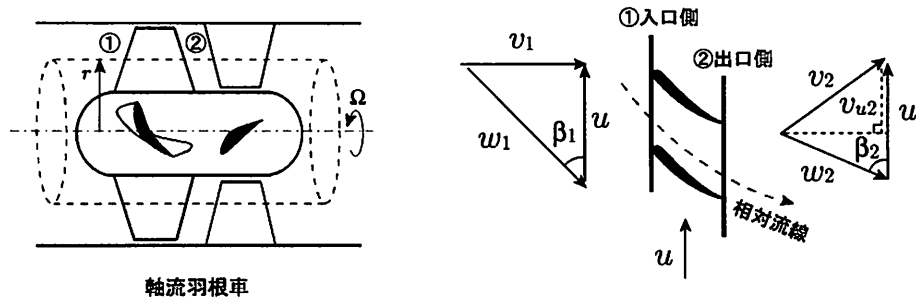

図 7: 軸流式羽根車
図 7 に示すような，軸流式羽根車がある．羽根車の入口羽根角  $\beta_1 = 45^\circ$ ，出口羽根角  $\beta_2 = 60^\circ$  である．作動流体は，羽根車入口で予旋回なく流入する．羽根車回転数を  $n = 9000/\pi [\text{rpm}]$  として，羽根車平均半径  $r = 0.1 [\text{m}]$  における速度三角形を描け．また，この羽根車の理論揚程（オイラーヘッド）を求めよ．
題意より、羽根車入口①において、流入する流れは（予旋回がなく）軸方向であり、かつ、入口の羽根角が  $\beta_1 = 45^\circ$  であることから、羽根車入口での速度三角形は直角二等辺三角形となる（図 7 参照）。すなわち、羽根車入口での絶対速度  $v_1$  は周速度  $u_1$  と一致し、相対速度  $w_1$  は